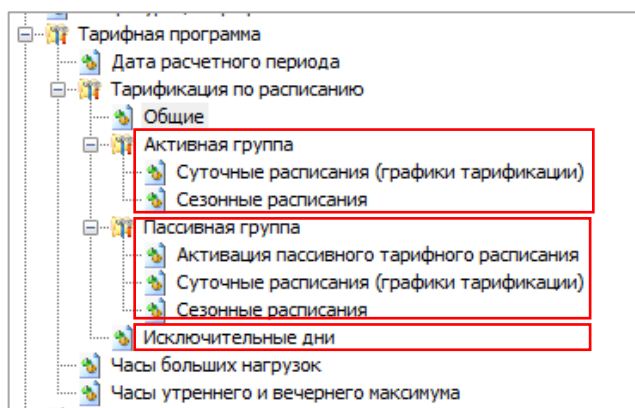

Рисунок 106
- 32 суточных расписаний переключения тарифа, в каждом до 16 точек переключения тарифа (см. рисунок 106). Одна точка переключения тарифа содержит: время начала дей-
- 12 сезонных недельных расписания (см. рисунок 106). Каждое содержит: дату начала действия расписания (дд.мм) и номер суточного расписания переключения тарифов для каждого дня недели (пн, вт, ср, чт, пт, сб, вс) от 1 до 32 (рисунок 109). Если сезонное недельное расписание надо отключить, то в графе «Использовать» задается «-», в противном случае «+».
Исключительные дни (48 штук)³⁰ применяются сразу после записи, и активация не требуется (см. рисунок 106). Каждый исключительный день содержит, месяц год и номер суточного расписания переключения тарифа от 1 до 32 (см. рисунок 110). Если исключительный день не используется, то в графе «Использовать» задается «-», в противном случае «+».